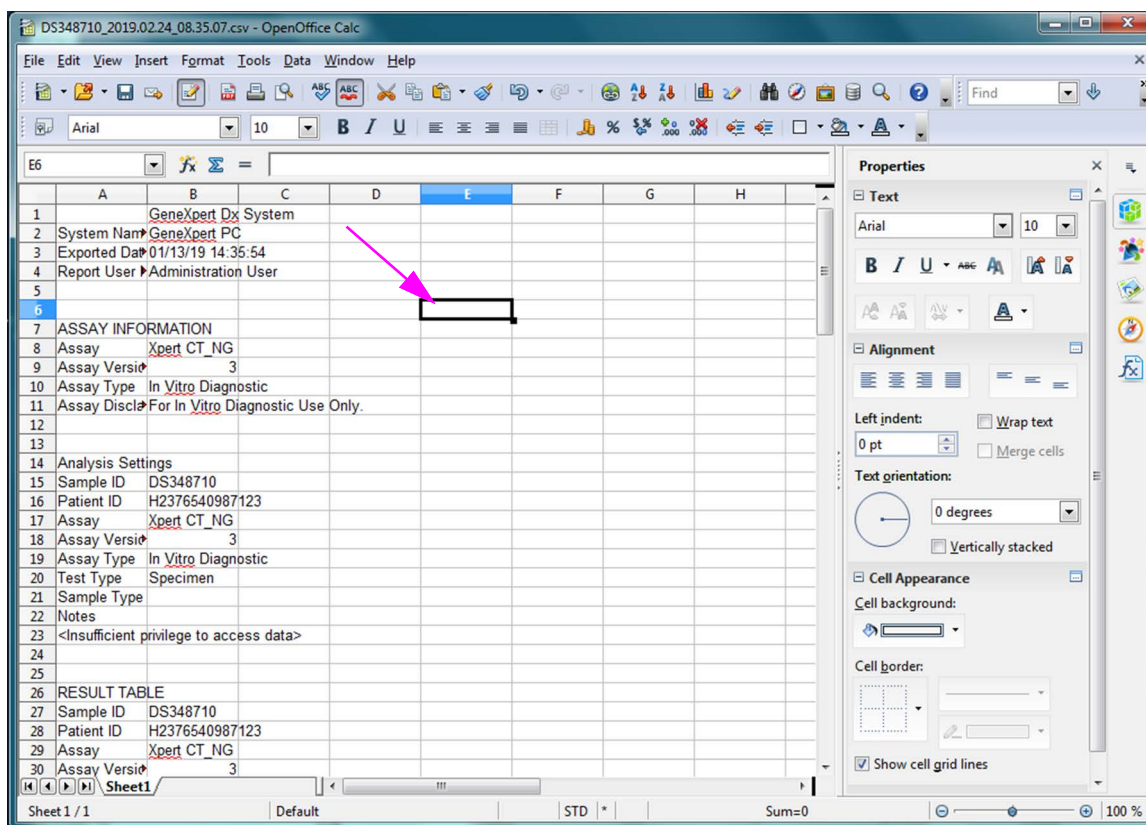

Figure D-8. Vue finale du fichier avec les colonnes ajustées
11. Cochez la case à la gauche de **Default value (Valeur par défaut)** puis cliquez sur **OK** pour fermer la boîte de dialogue. La largeur des colonnes s'ajuste alors et le fichier est formaté, comme illustré dans la Figure D-8. Cliquez n'importe où dans les colonnes vides pour désélectionner les cases bleues et faire qu'elles redeviennent blanches.